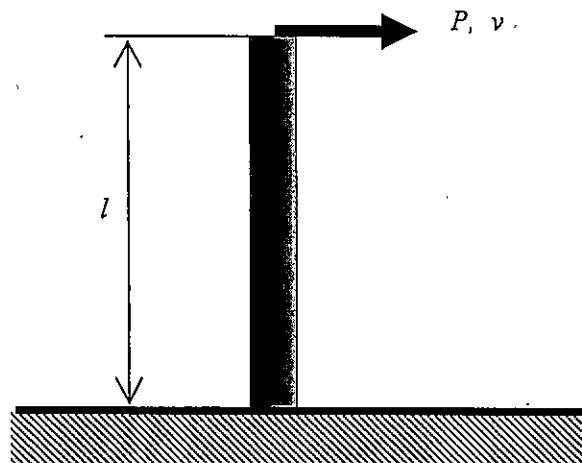
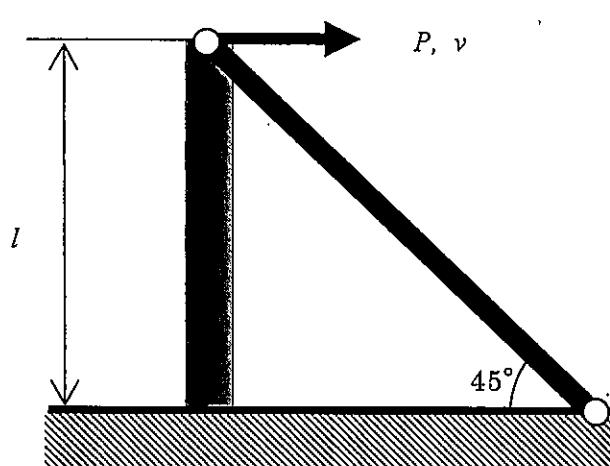

図 1-1
図 1-2
- (1) 図 1-1 に示すように水平面に鉛直に立てられた長さ  $l$  の支柱の先端に水平方向荷重  $P$  が加えられ、水平方向変位  $v$  が生ずる。支柱を片持ち梁とみなして、 $P$  と  $v$  の関係を求めよ。梁の縦弾性係数を  $E$ 、断面二次モーメントを  $I$  とせよ。
- (2) 図 1-1 の支柱の先端に長さ  $\sqrt{2}l$  の棒部材をピン結合し、棒部材のもう一方の端を水平面にピン結合で固定して図 1-2 に示す構造を組んだ。棒部材の断面積を  $A$ 、縦弾性係数を  $E$  として、支柱先端に加わる水平方向荷重  $P$  と水平方向変位  $v$  の関係を求めよ。